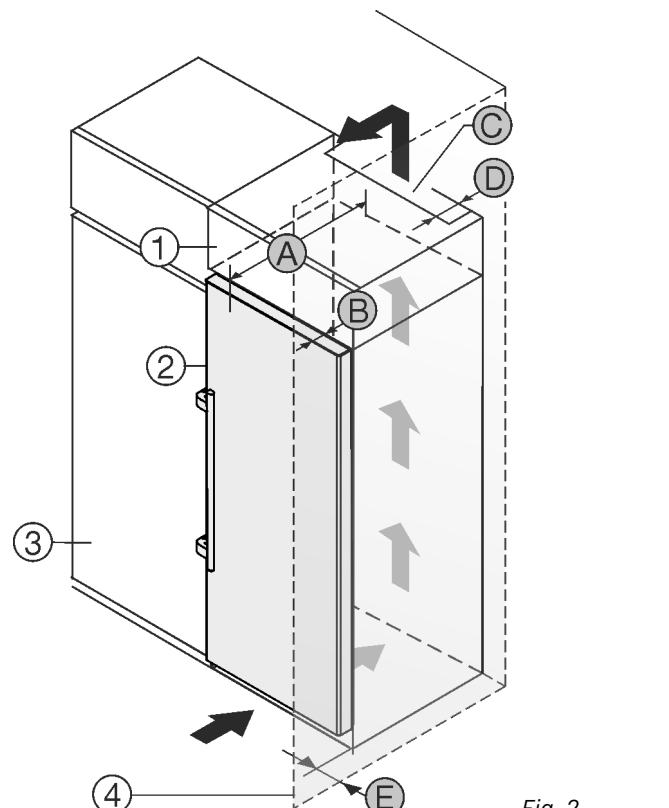

Fig. 2
Přístroj nainstalujte přímo vedle kuchyňské skříňky Fig. 2 (3)\*
Na zadní straně nastavné skříňky musí být větrací šachta hluboká Fig. 2 (D) přes celou šířku nastavné skříňky.\*
Pod stropem místnosti musí být dodržen ventilační průřez Fig. 2 (C)\*
Když se přístroj instaluje závěsy vedle stěny Fig. 2 (4), musí být vzdálenost mezi přístrojem a stěnou minimálně 57 mm. To odpovídá přesahu madla při otevřených dveřích.\*
Aby bylo možné dvířka plně otevřít, musí přístroj přesahovat o hloubku dvířek Fig. 2 (B) vůči přední linii kuchyňské skříňky. V závislosti na hloubce kuchyňských skříněk Fig. 2 (3) a použití vymežovačů odstupů od stěny může přístroj vyčnívat dále.\*